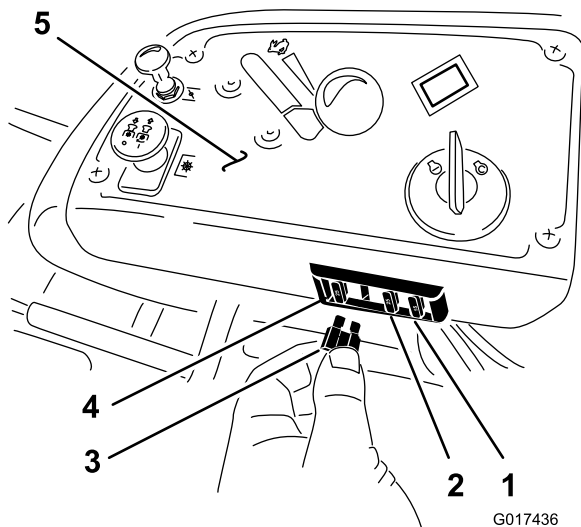

図 48
1. ヒューズは運転席右側のコンソールの中にある（図 48）。
3. 新しいヒューズを取り付ける（図 48）。